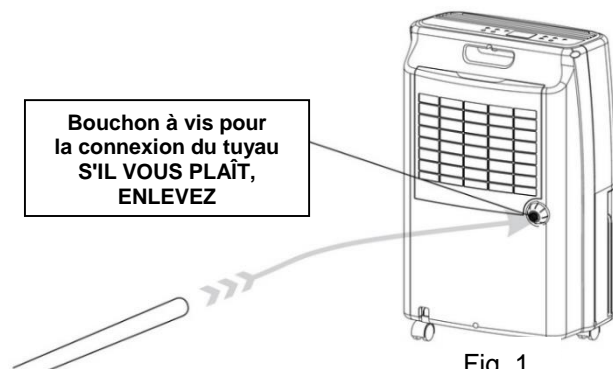

Fig. 1
3.2. Desserrez le bouchon à vis sur le côté arrière droit du déshumidificateur et soulevez-le bien ! (Voir Fig. 1)